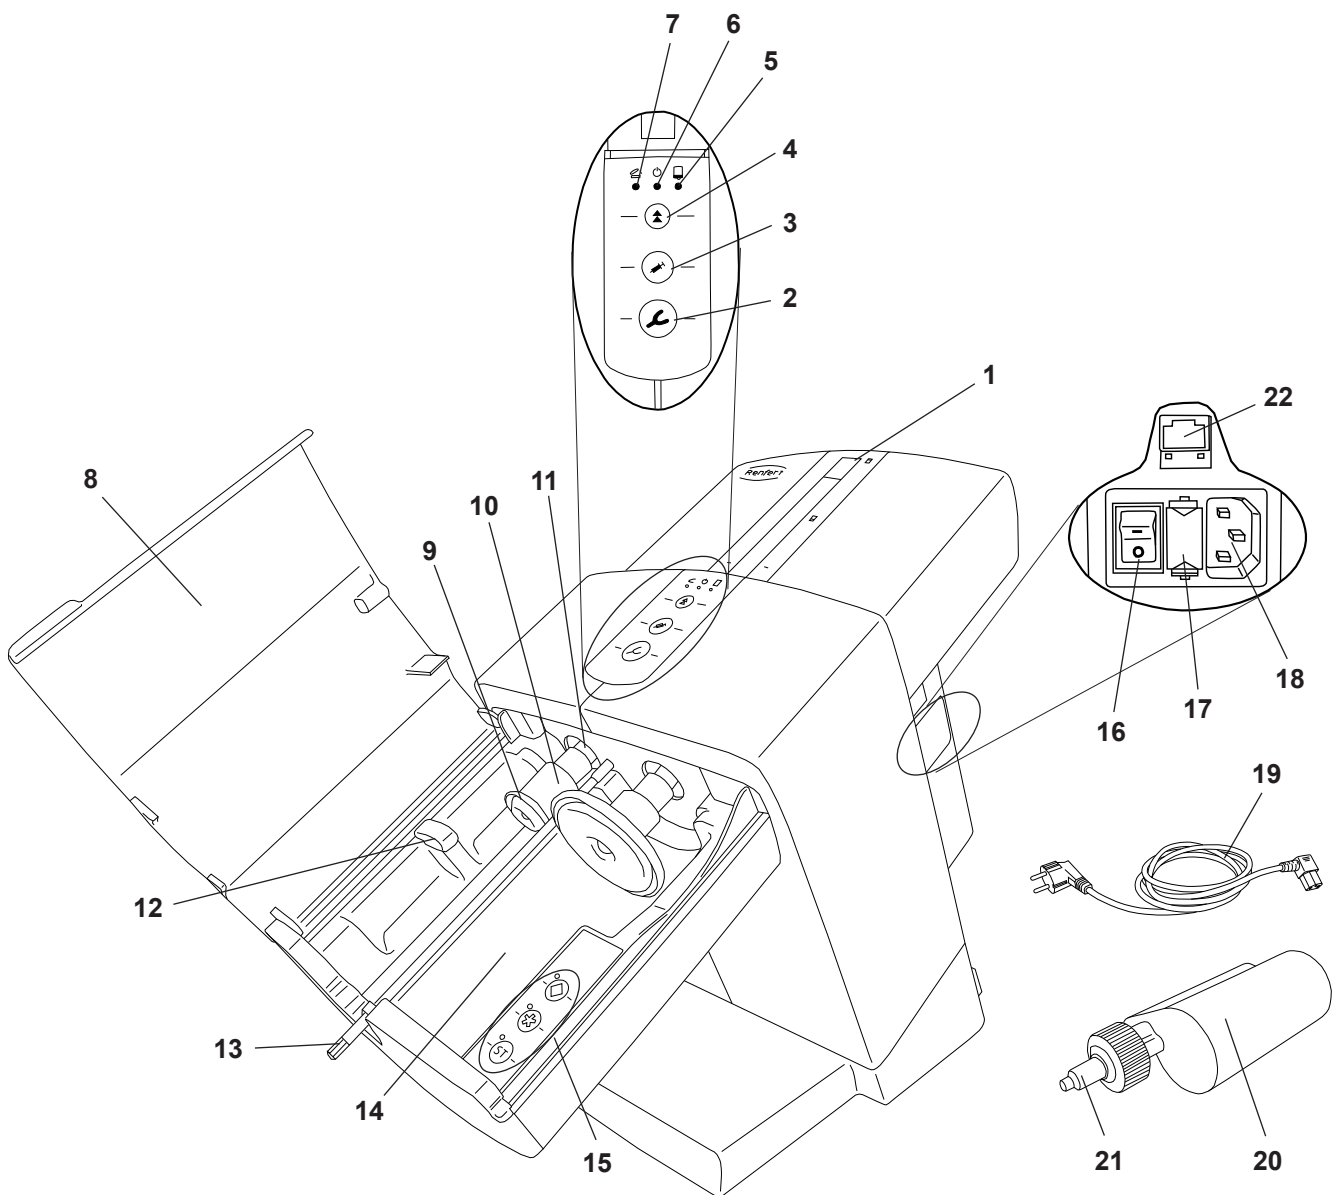

Fig. 1
- ⇒ Conectar el cable de red provista (19, Fig. 1) en el conector de red (18).
- ⇒ Encender el dispositivo con el interruptor de red (16).
- ⇒ Cerrar la tapa del dispositivo (8, Fig. 1).
- ⇒ Pulsar la tecla de retroceso (4).
- ◆ Desplazar los platos de presión (9, Fig. 1) y detenerlos en la posición inicial.
- ⇒ Retirar las piezas de seguridad de transporte (23).
El cartucho solo se puede insertar y cambiar cuando los dos platos de presión (9, Fig. 1) están en la posición inicial.
⇒ Cerrar la tapa del dispositivo (8, Fig. 1).
⇒ Abrir la tapa del dispositivo (8, Fig. 1).
⇒ La tapa del dispositivo solo se puede cerrar si el cartucho está correctamente insertado. Si la tapa del dispositivo no está correctamente cerrada, se encenderá el diodo rojo "Tapa del dispositivo abierta" (7, Fig. 1).
♦ El hexágono de mezcla (13, Fig. 1) empieza a girar y se acopla automáticamente en la boquilla de mezcla (21, Fig. 1). A continuación, vuelve a detenerse.